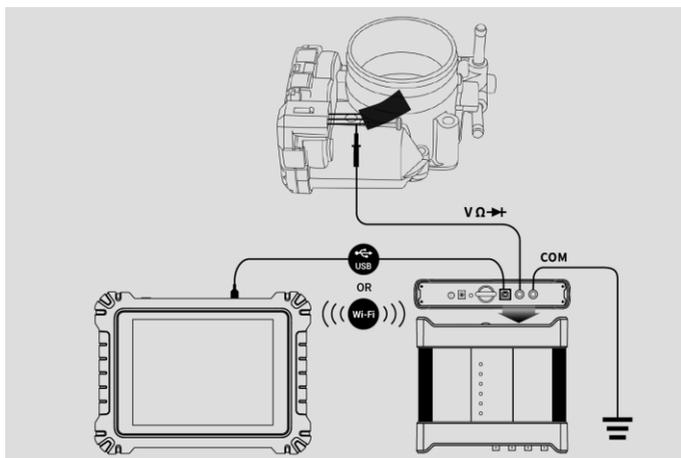

図 7-1 接続図のサンプル
1. 該当するテストリードまたはプローブ端子の端をマルチメータージャックに挿入して、接続を完了します（図 7-1 を参照）。